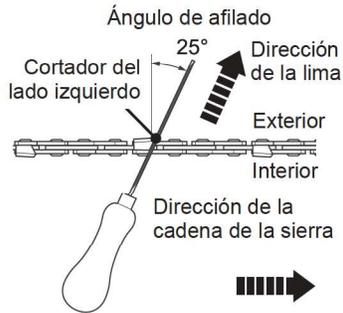

Fig. 51
- > Utilice la lima redondeada incluida (33), cuyo diámetro es 1,1 vez la profundidad del diente de corte. Asegúrese de que el 20% del diámetro de la lima esté por encima de la placa superior del cortador.
- > Lime en ángulo perpendicular a la barra, y en ángulo de 25° respecto a la dirección de desplazamiento (Fig. 51).